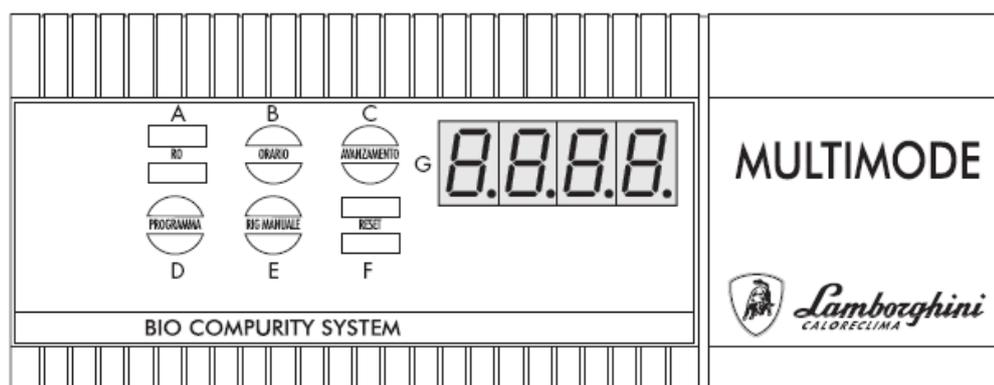

Рис. 3
В первую очередь подключите 12-Вольтный источник питания к разъему; индикатор (поз. G на рис. 3) выводит три различные функции базовой программы:
- **Дополнительная регенерация:** каждый раз, когда нужно осуществить дополнительную регенерацию в добавление к запрограммированной, необходимо нажать клавишу E «MANUAL REG.». С этого момента блок начнет автоматически выполнять полную регенерацию. Индикатор будет показывать каждую стадию регенерации. Для остановки регенерации необходимо нажать клавишу F «RESET» (см. рис. 3), устройство вернется в рабочее положение.
- **Цикл тестирования:** для ввода цикла тестирования нажмите клавишу E «MANUAL REG.» (см. рис. 3). На индикаторе будут последовательно выводиться следующие данные: